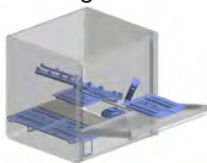

Fig. 6
- Se presenti, estrarre i filtri di superficie e pulirli con una spazzola sotto l'acqua corrente (vedi Fig. 6).